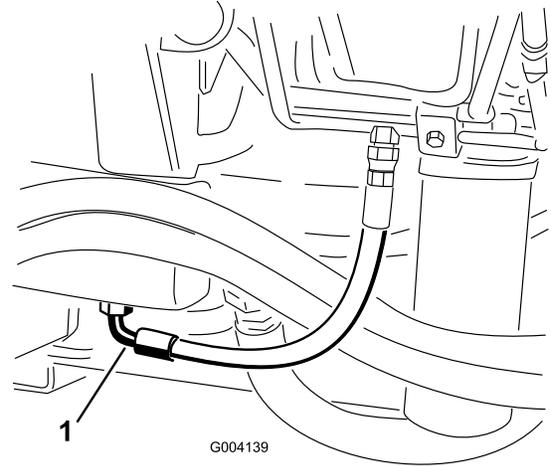

図 63
2. タンク 図 63 の下についているフィッティングの下に、オイルを受ける大型の容器を置く。